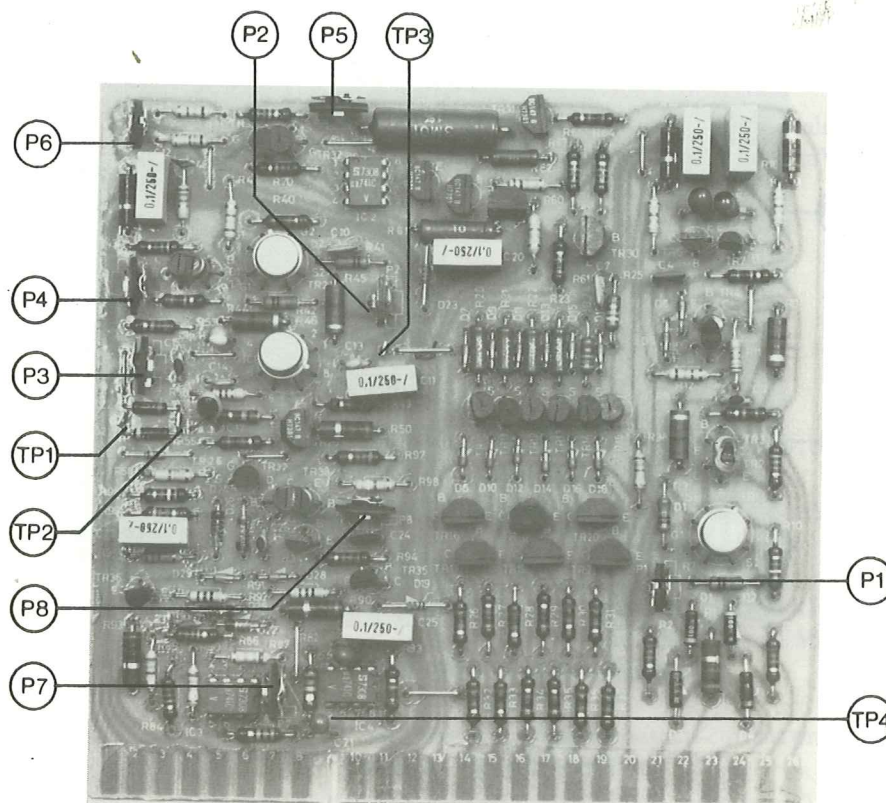

Fig. 5. Justering af DC-balance, følsomhed og strømgenerator.
#### Justering af DC-balance og følsomhed (fig. 5).
#### Justering af strømgenerator (fig. 5).
4. Indgangsklemmerne kortsluttes og "DC zero" justeres til min. udslag, hvorefter potentiometeret P7 (fig. 5) justeres til 0 V på udgangen af IC4 (TP4).